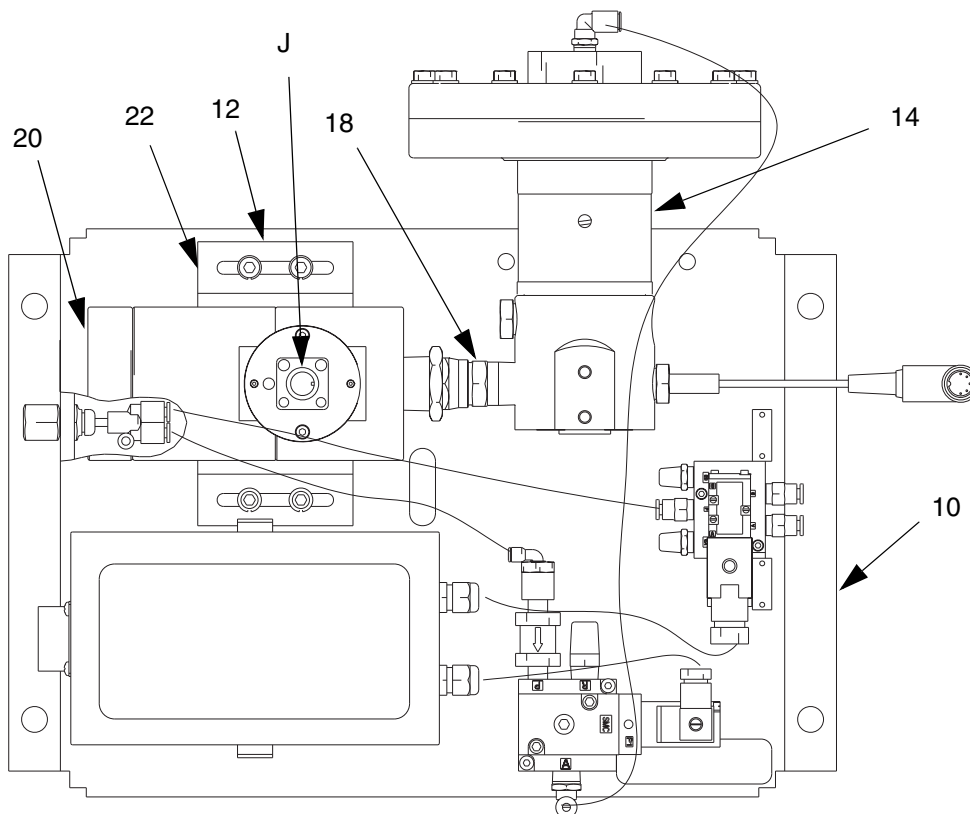

FIG. 26
- Caudalímetro (20) (FIG. 26)
- Regulador (14) (FIG. 26)
2. Desconecte el cable del caudalímetro (J) del sensor del caudalímetro. Vea FIG. 26.
4. Desconecte la pieza de acoplamiento giratoria (18) del regulador.
5. Afloje los cuatro tornillos (12), y retire el soporte (22) y el caudalímetro.
6. El caudalímetro (20) pesa aproximadamente 6,75 kg (15 lbs.). Levántelo cuidadosamente de la placa de montaje (10).
1. Deposite el caudalímetro (20) en la placa de fluido mientras enrosca la pieza de acoplamiento giratoria (18) en la entrada de producto del regulador. Vea FIG. 26.
2. Apriete la pieza de acoplamiento giratoria (18) a la entrada de producto del regulador.
3. Apriete los cuatro tornillos (12) que sujetan en su sitio la ménsula y el caudalímetro.
4. Compruebe que el caudalímetro (20) el regulador (14) todavía están alineados.
6. Conecte el cable del caudalímetro (J).